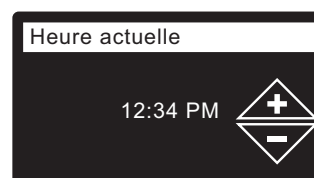

FIG. 26
- HEURE ACTUELLE** Appuyez sur le bouton BAS (▼) ou HAUT (▲) pour régler l'heure (cf. Figure 26). Maintenez le bouton enfoncé pour faire défiler rapidement. Vérifiez que la période indiquée est correcte (AM ou PM). L'horloge sera en format 24 heures si vous avez choisi les unités métriques à l'étape 9.
- Appuyez sur le sélecteur (O).